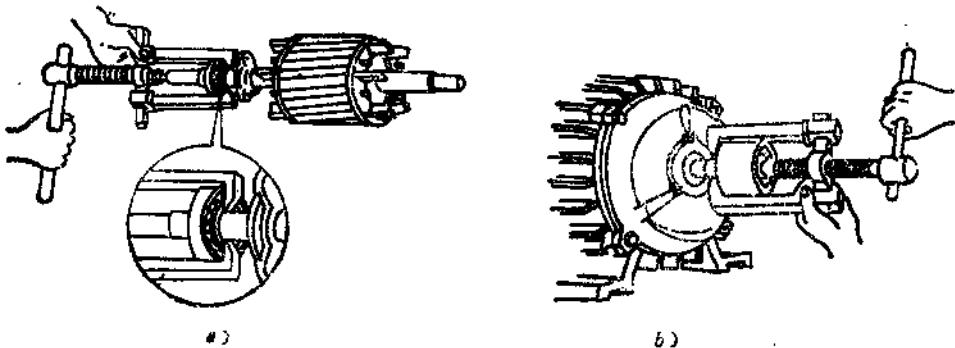

图1-10 用拉具拆卸工作
4. 拉具 拉具又称拉子，是用来拆卸皮带轮、联轴器和轴承的专用工具，如图1-10所示。使用时，应根据拆卸工件尺寸，选用大小合适的拉具。
图1-10 a 表示用拉具拆卸轴承时的夹持方法。使用时，拉具要端正，丝杆要对准电机轴的中心，用力要均匀，拉具的脚应尽量紧扣住轴承的内圈，将轴承拉出。
图1-10 b 表示用拉具拆卸皮带轮。使用时同样将拉具端正，丝杆对准电机轴中心，用力要均匀。如果一时拉不出来，可在丝杆绷紧的情况下，用木锤敲击皮带轮外圆或丝杆的顶端，或在皮带轮与轴的接缝处渗些煤油后再拉。必要时，用喷灯或气焊枪在皮带轮外表面周围加热，趁皮带轮受热膨胀而轴尚未热透的时候，将皮带轮迅速拉下。加热时温度不能太高，防止轴变形。